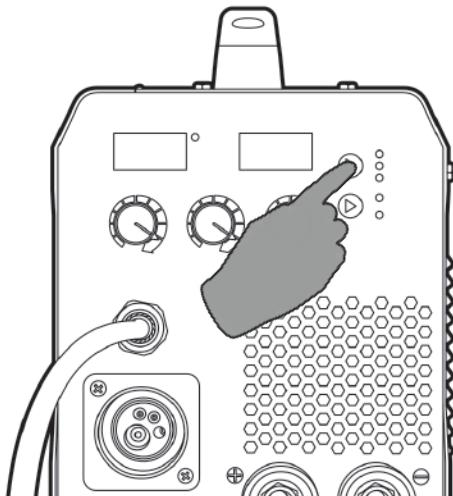

Рис. 13.2. Выбор способа сварки.
4. Переидите в режим TIG (см. рис. 7.1, п. 6) на передней панели сварочного аппарата (см. рис. 13.2).